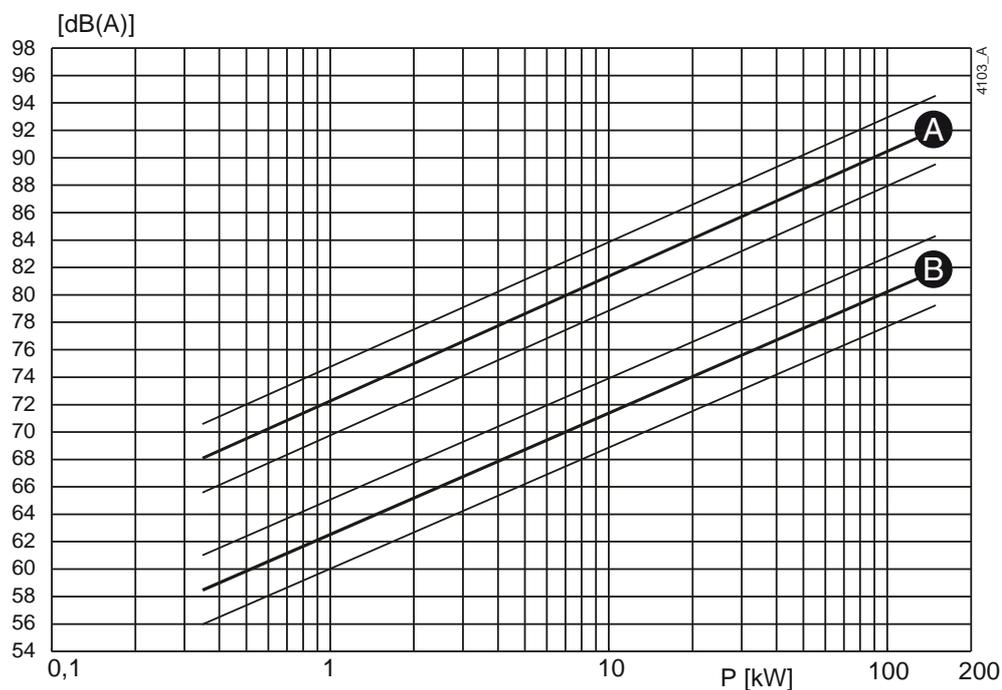
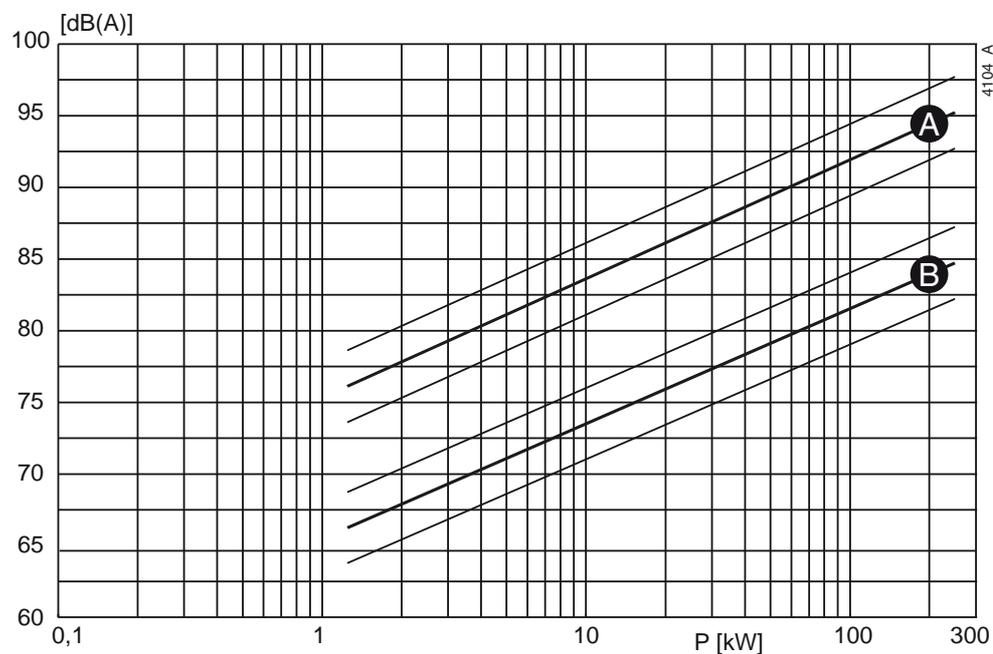

Abbildung 43: Schall als Funktion der Pumpenleistung [kW] bei 1450 min^{-1}
Abbildung 44: Schall als Funktion der Pumpenleistung [kW] bei 2900 min^{-1}
- 1 Um den Schallpegel (L_1) der Pumpe zu bestimmen, siehe Abbildung 43 oder Abbildung 44.